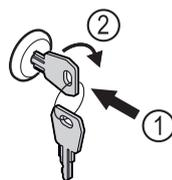

Fig. 180
- ▶ Вставьте ключ. Fig. 180 (1)
- ▶ Поверните ключ на 90° по часовой стрелке. Fig. 180 (2)